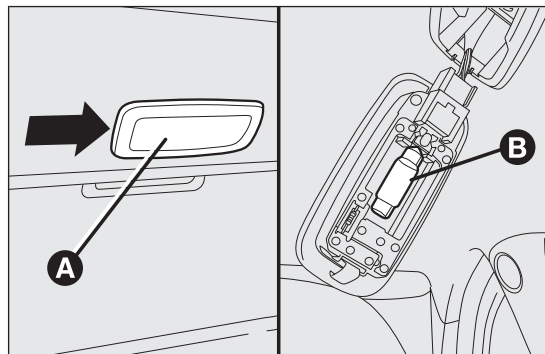

fig. 159
- ☐ actuar en el punto indicado por la flecha y retirar el plafón A fig. 159;